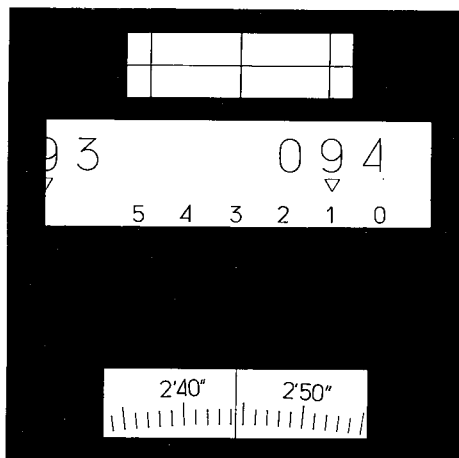

図8：360°目盛のT2の読み取り例。水平または鉛直の分度盤は、94°12'44"。
4.5 分度盤の読み取り (図 8)
読み取りのやり方は、360°目盛のT2についてはつぎの通りです。標的を視準してから（4.4.3項）測微鏡を通して観測すると、上側の窓の中の目盛線が合致するように、マイクロメーターつまみ⑮を回して下さい。図8では、マイクロメーターつまみ⑮を回すと、合致がすでに得られて、読み取りは上側から下側へと、つぎのようにして行ないます。度の桁の数字は94°です。三角形の指標の下側の1は、10'を示します。マイクロメーターの読み取りは、2' 44"です。したがって合計は
実例：基準物体を視準してから、94°12'44"に設定することが必要であると仮定します。2'44"は、マイクロメーターつまみ⑮を回して、マイクロメーター目盛の指標に向けて設定します。つぎに、カバー⑳を開き、分度盤微動ねじを回して94°が見えてくるようにし、その三角形が数字1(10')の上にくるようにします。最後に、分度盤微動ねじを使って、目盛線ができるだけ正確に合致するようにさせます。これで、読み取り値94°12'44"が設定されたこととなります(図8)。ここで、カバー㉓を閉じて、分度盤が偶発的に移動するのを防ぎます。